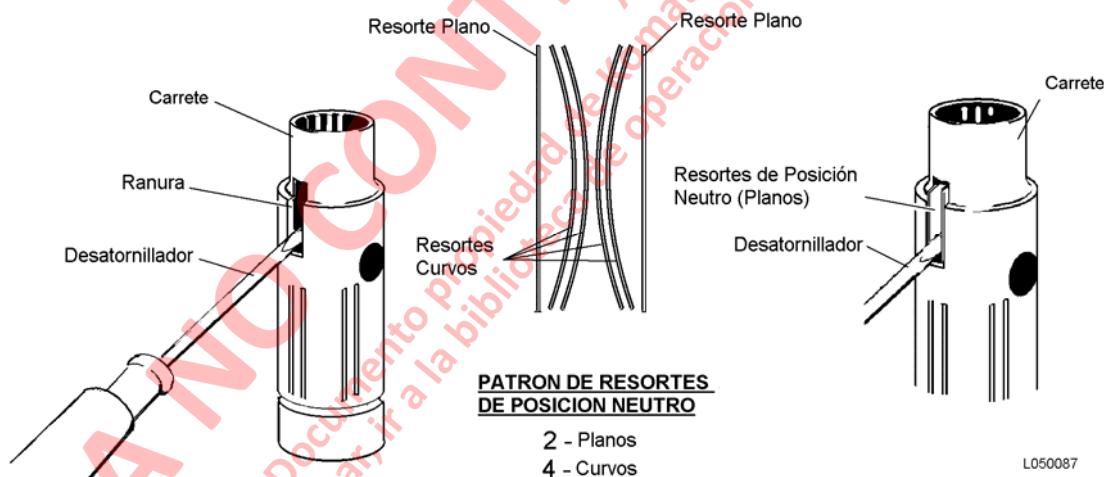

FIGURA 5-9. MONTAJE DEL RESORTE DE POSICIÓN NEUTRO
1. Para montar los resortes de posición neutro, coloque un destornillador en la ranura del carrete como se muestra en la Figura 5-9.